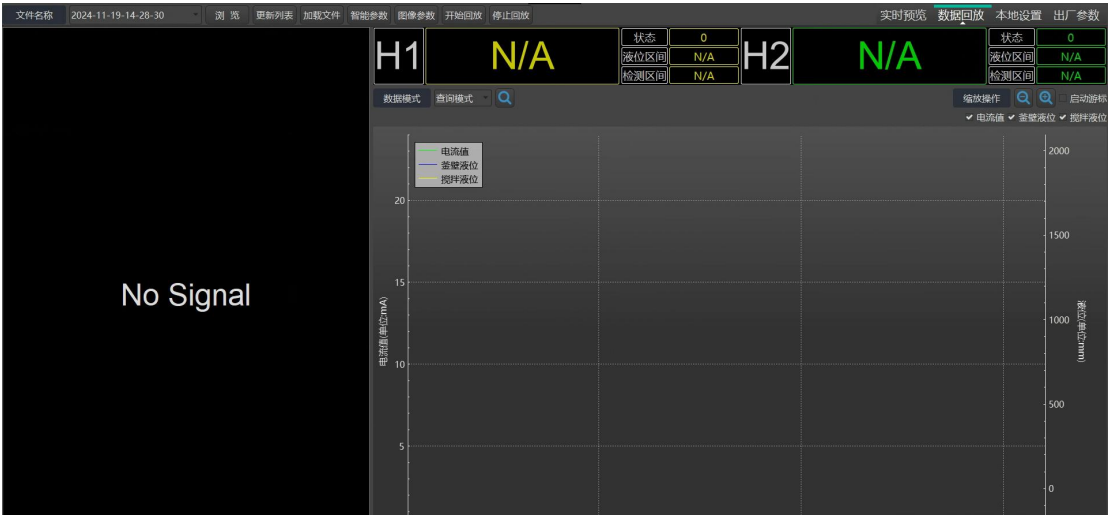

图 23 数据加载
- (2) 点击 **更新列表**，默认会显示“本地设置”中设置的保存路径内的数据文件列表。
- (3) 如需查询其他文件夹的数据，可以点击 **浏览** 选择数据所在的文件夹，再点击 **更新列表** 即可。
- (4) 文件列表以时间命名，选择需要查询的文件，点击 **加载文件**，将选中的数据文件加载到软件中，如图 23 所示。